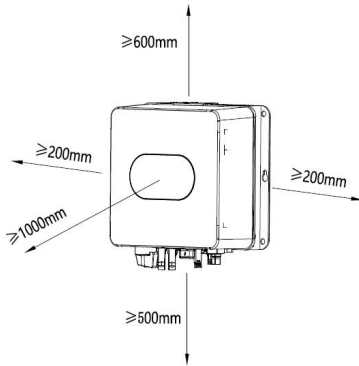

图 4.4 逆变器安装间距
- (2) 安装地点周围有足够的预留空间, 便于逆变器拆装与空气对流。如图 4.4 所示;
(3) 安装多台逆变器时，需要在逆变器之间预留一定的间距，左右间距如图 4.4 所示，同时逆变器上下部分均需留出足够的距离，以便确保其散热良好。